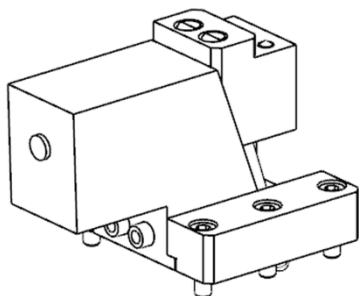

图 16-33 两零件合并
- (11) 单击“求和”按钮，零件①和②求和，如图 16-33 所示（其他零件不求和）。
- (12) 在横向菜单中单击“窗口”，选 bitong_top_000.prt，打开模具总装图。
- (13) 并“装配导航器”中双击“bitong_top_000”，激活总装图。
- (14) 单击“腔体”按钮，在【腔体】对话框中“模式”选取“减除材料”，选取定模板、动模板为目标体，选取整个滑块为工具体。
- (15) 单击“确定”按钮，在动、定模板上创建滑块的装配位。